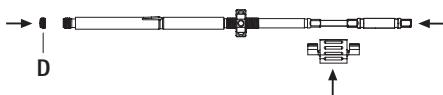

Rys. 11
- Nakręcić nakrętkę mocującą C na tulejkę wewnętrzną, patrz Rys. 11.